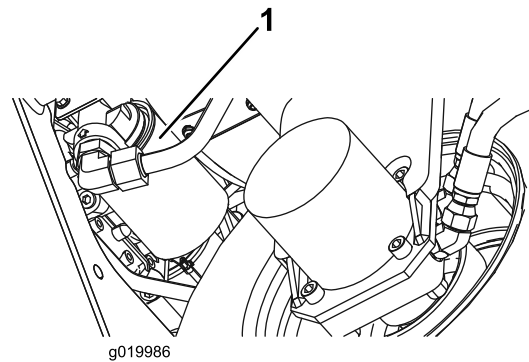

Figura 76
2. Limpie la zona de montaje del filtro. Coloque un recipiente debajo del filtro (Figura 76) y retire el filtro.